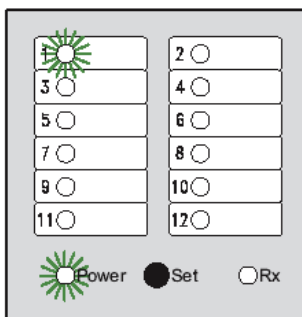

Abb. 9
- "Kanal-LED 1" und "Power-LED" blinken (Frequenz ca. 1 Hz, Abb. 9).
- "Kanal-LED 1" und "Power-LED" blinken (Frequenz ca. 1Hz, Abb. 9).
Die blinkende Kanal-LED in Abb. 9 besagt nicht, dass kein Funkregler eingelernt ist. Fragen Sie die Kanalbelegung im Anzeigemodus ab. Damit können Sie vermeiden, dass ein bereits zugeordneter Empfangskanal ungewollt überschrieben wird.
- "Kanal-LED 1" und "Power-LED" blinken (Frequenz ca. 2 Hz, Abb. 9).